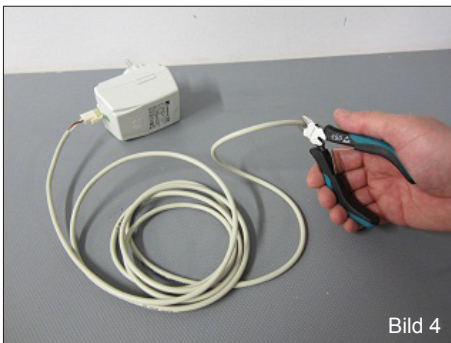

Bild 4
5. *Strömförsörjningskabeln:* Mät upp kabellängden mellan vägguttaget och larmenheten. Sladden får inte vara spänd mellan enheten och kontakten så se till det finns lite extra längd. Kapa, se bild 4.